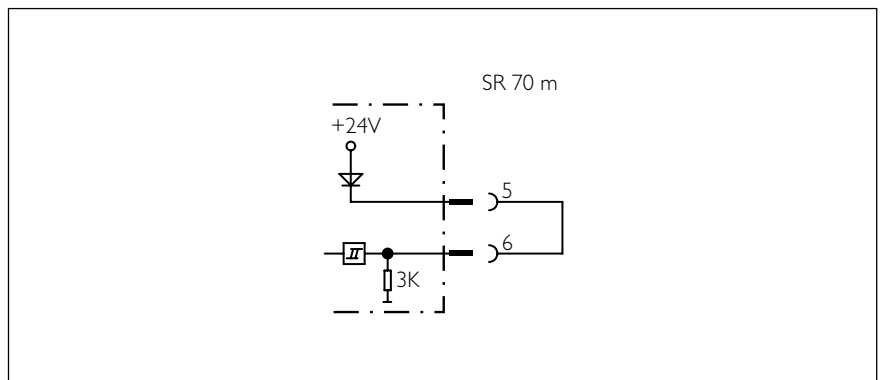

Figure 21. Commutation de puissance du MSL: portée 70 m
► Portée 15 m ... 70 m : le schéma de raccordement de l'émetteur est représenté sur la *figure 21*.